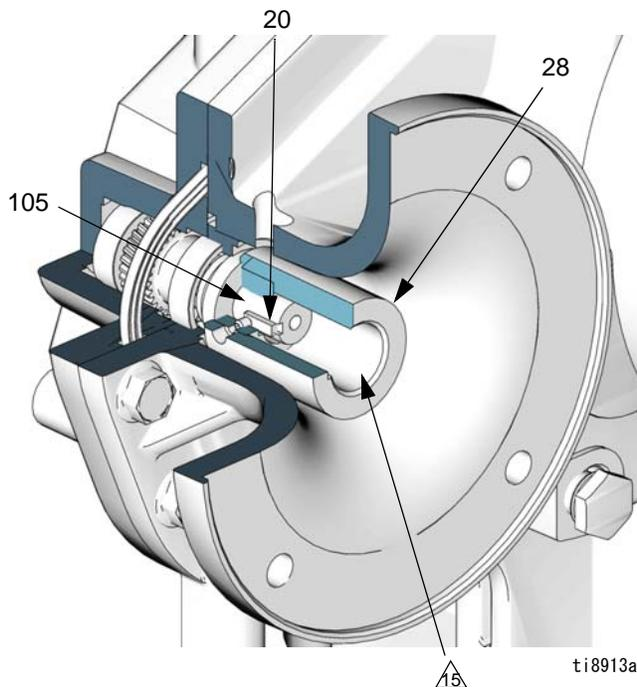

図 10. モーター結合器の取り付け
- 図 10 を参照してください。キー (20) を入力シャフト (105) キー溝に組み込みます。2 個の止めネジ (31) を結合器 (28) に組み込み、それらがキー溝または結合器の入力シャフト穴を邪魔しないことを確かめます。